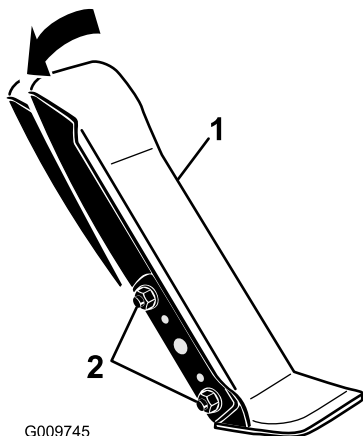

Figura 87
1. Allentare i 2 dadi e bulloni che fissano il lato sinistro del pedale di trazione alla staffa (Figura 87).
2. Inclinate il pedale nell'angolazione desiderata e stringete i dadi (Figura 87).